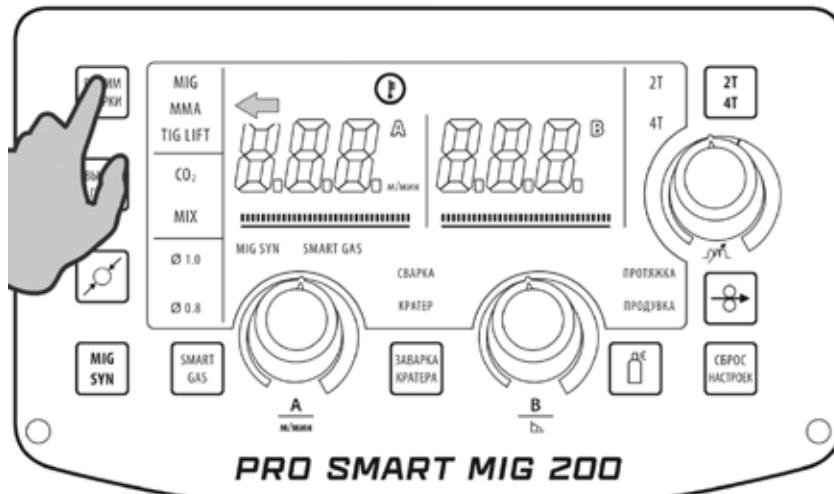

Рис. 10.1.1. Выбор способа сварки.
1. Перейдите в режим MMA (см. табл. 7.0.1, поз. 12) на передней панели сварочного аппарата (см. рис. 10.1.1).